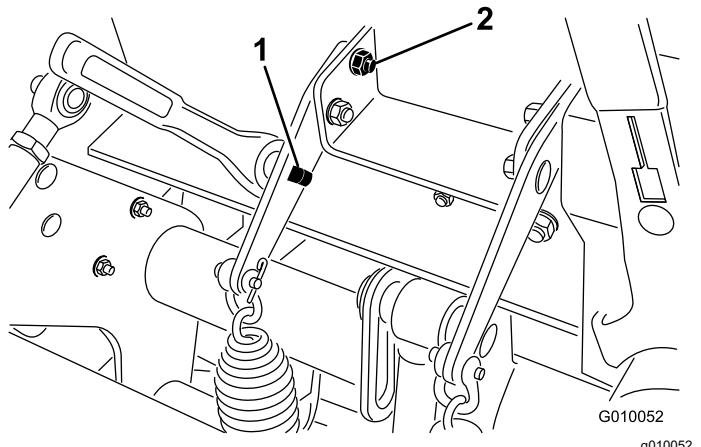

Figure 30
3. Insérez un manche à rochet de  $\frac{1}{2}$  pouce ou une barre de levier dans le trou carré de support de ressort (Figure 30).